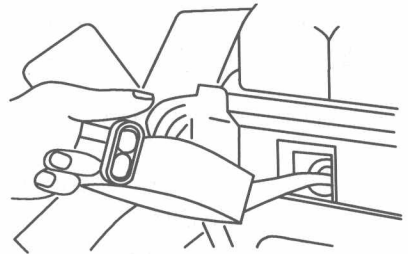

图 1-2 向汽缸内注入机油
- ① 清洁发动机外部和内部, 去除各处油污和积垢。
- ② 在发动机怠速运转时打开散热器盖和放水开关, 向散热器加注清水直到放出的水不浑浊为止, 并将水放尽。
- ③ 放尽燃油箱内燃油; 检查油底壳和各齿轮箱内润滑油的数量和质量, 必要时补充或更换, 润滑全车各润滑点。
- ④ 紧固全车外部各螺栓、螺母, 检查轮胎气压并补充到标准值上限。
- ⑤ 如图 1-2 所示, 拆下各缸火花塞, 向汽缸内注入适量机油。转动曲轴 20 转左右, 使汽缸壁上涂满机油, 然后安装恢复火花塞。
- ⑥ 拆下蓄电池妥善存放, 放松各传动带, 解除轮胎和各悬架的负荷。